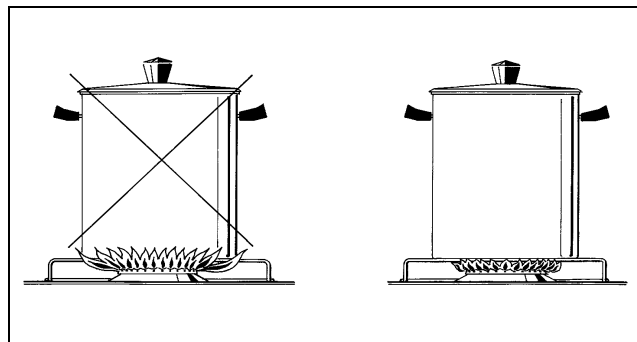

figura 14
- Utilize sempre panelas adequadas para cada tipo de queimador (veja a tabela 4 e a figura 14).